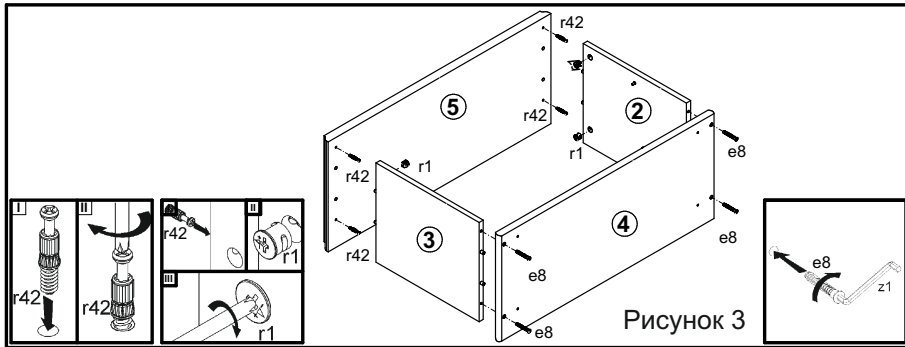

Рисунок 3
5. В отверстия $\varnothing 15$ мм на внутренних поверхностях стенок боковых **2, 3** вставить стяжки эксцентриковые **r1** (см. рис. 3).
6. В отверстия $\varnothing 5$ мм на нижней поверхности щита верхнего **5** винты стяжки **r42** (см. рис. 3).
8. Соединить детали **2, 3, 5** при помощи шкантов **f1** и стяжек эксцентриковых **r1**. Затянуть стяжки эксцентриковые **r1** с помощью отвертки (см. рис. 3). Стяжки эксцентриковые закрыть заглушками **s2**.
9. К деталям **2, 3** прикрутить щит нижний **4** конформатами **e8** при помощи ключа **z1** (см. рис. 3).